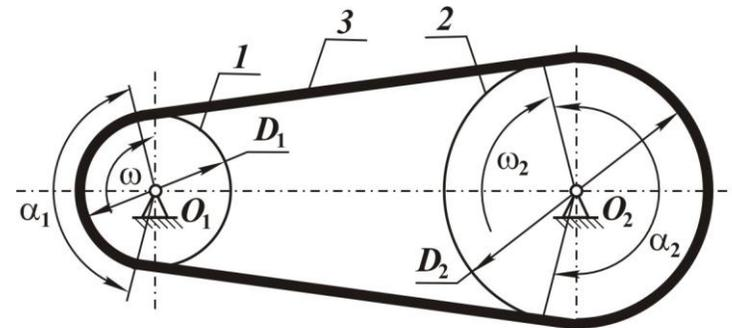

Рис. 5.2
**Ременная передача** – это передача *гибкой связью* (рис. 5.2), состоящая из ведущего *1* и ведомого *2* шкивов и надетого на них ремня *3*. В состав передачи могут также входить натяжные устройства и ограждения. Возможно использование нескольких ведомых шкивов и нескольких ремней. Шкивы жестко закреплены на ведущем и ведомом валах.
Углы  $\alpha_1$  и  $\alpha_2$  (см. рис. 5.2), соответствующие дугам, по которым касаются ремень и шкив, называются *углами обхвата*.